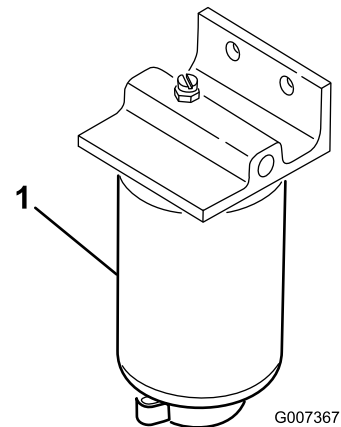

Figura 37
4. Abra el tapón de vaciado y la válvula de alivio del filtro (Figura 37).